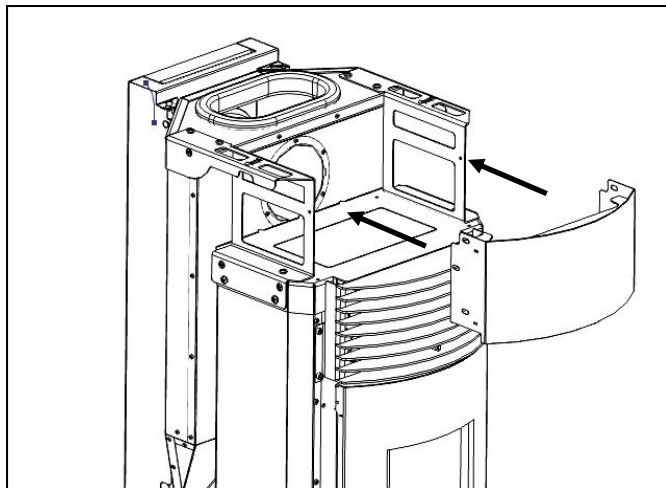

Figure 73 - Fixation avant du cadre
b) Placez le frontal supérieur comme indiqué sur la Figure 73, en positionnant les rabats de la partie avant sur la face intérieure de la structure.